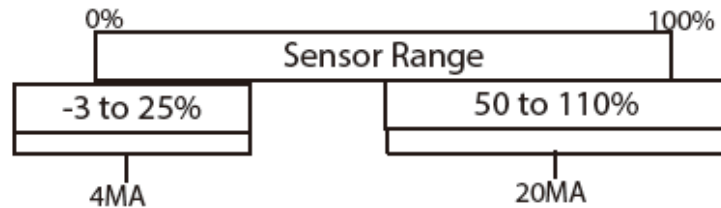

图 17
- 设置刻度的 4 mA 部分（见图 17）：
- 设置刻度的 20 mA 部分（见图 17）：